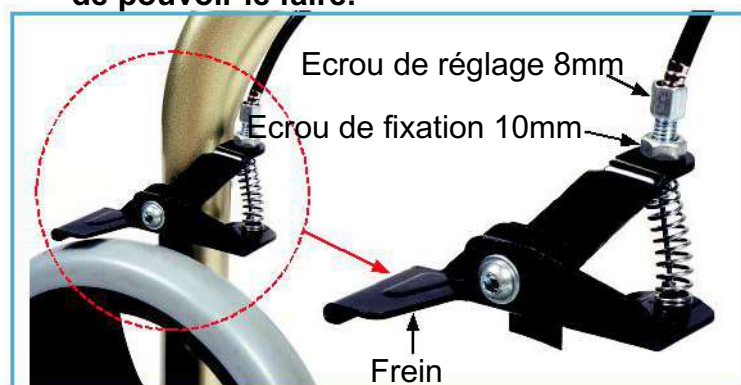

Figure 11: Réglage des freins
1. Reportez-vous à la figure 11. L'écrou de réglage du frein est situé au bas du câble de frein, au-dessus de la roue arrière, des deux côtés.